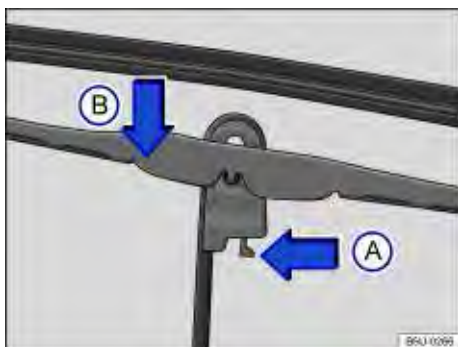

Fig. 134 Substituir as palhetas dos limpadores do para-brisa.
- Colocar a palheta em uma posição perpendicular em relação ao braço ⇒ Fig. 134.